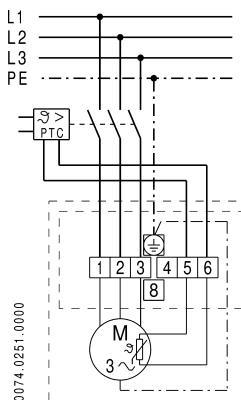

Bild 2: Anslutnings-kopplingsbild
Vid leverans är fläkten kopplad så att den avger största möjliga matningsprestanda efter att den har anslutits till nätet enligt beskrivningen i anslutningskopplingsbilden (bild 2). Vid standardversionen resulterar detta i de rotations- och matningsriktningar som anges i tab. 2.
- Transportrikningen kan skiftas om. För detta ändamål ska, avvikande från bild 2, nätedningarna L2 anslutas till anslutning 1 och L1 till anslutning 2 (ytterledarna skiftas om) (bild 2). Beakta dock